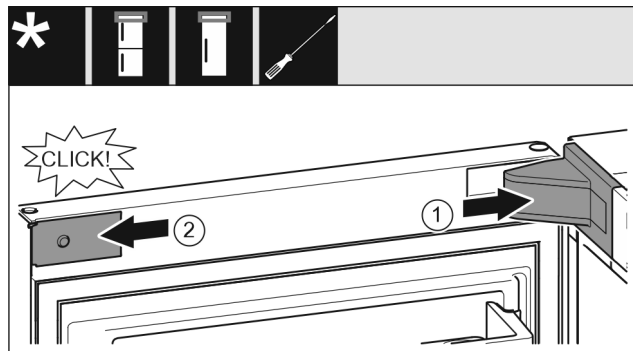

Fig. 40
- ▶ Applicare e innestare la copertura del blocco di supporto Fig. 40 (1), eventualmente staccarle l'una dall'altra con cautela.
- ▶ Applicare la maschera Fig. 40 (2) sui lati e innestarla.